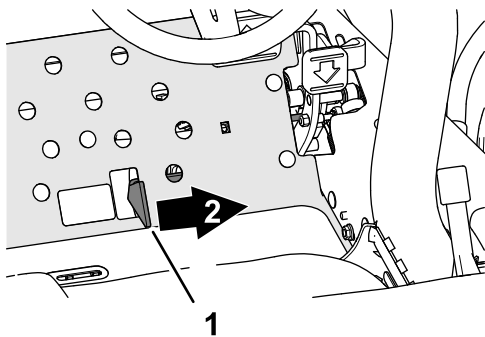

Bild 37
3. Stellen Sie den Mähwerk-Antriebsschalter in die EINGEKUPPELT-Stellung (Bild 37).
4. Drücken Sie den Hebel zum Absenken bzw. Anheben der Mähwerke nach vorne (Bild 37), um die Mähwerke abzusenken und in Betrieb zu nehmen (die vorderen Mähwerke werden zeitlich vor den hinteren Mähwerken abgesenkt).